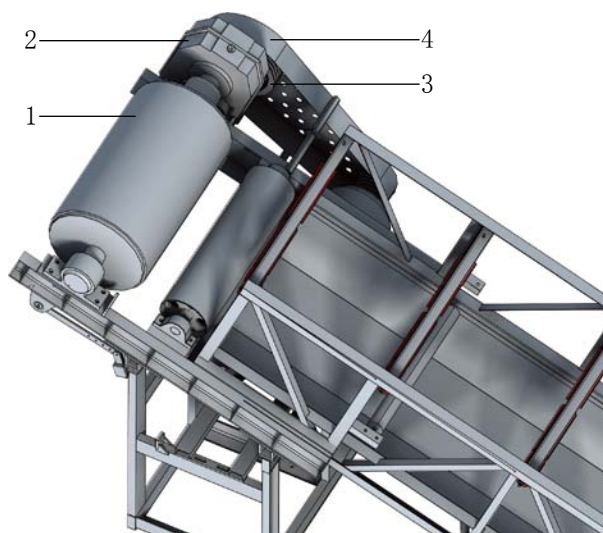

图 1.3-20
- h) 皮带往上拉（图 1.3-20）；
- i) 将皮带罩 4 拆卸（图 1.3-20）；
- j) 将皮带 3 拆卸（图 1.3-20，下同）；